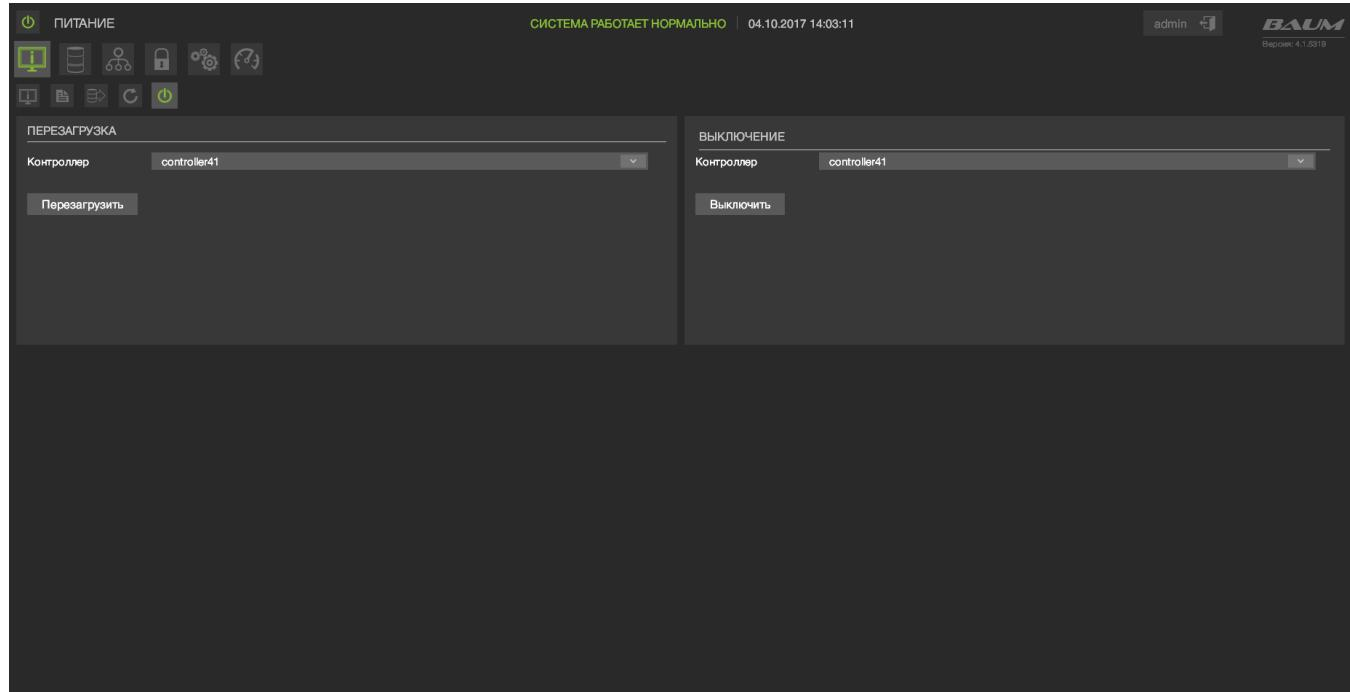

Рисунок 119 – Питание
1) Перейти на вкладку «Система» «Питание» (см. Рисунок 119)